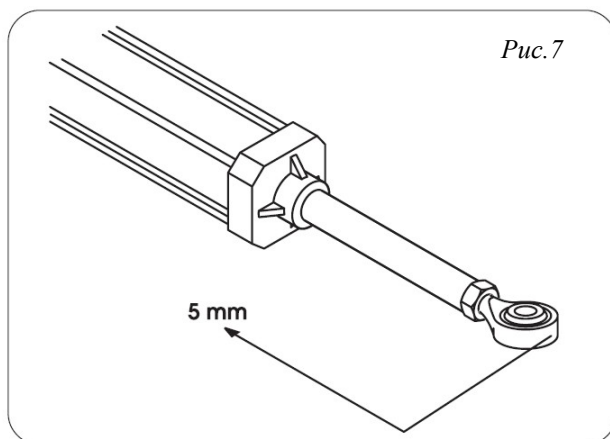

Рис.7
- 5) Вытащите шток до предела, а затем верните его назад на расстояние в 5мм (Рис.7)